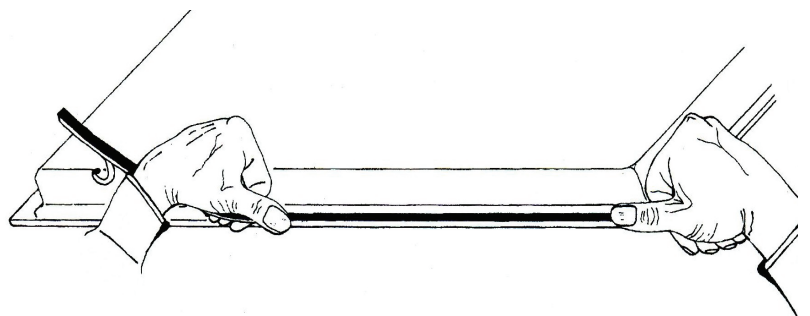

Fig.5
2. Collegamento elettrico (Fig 5)